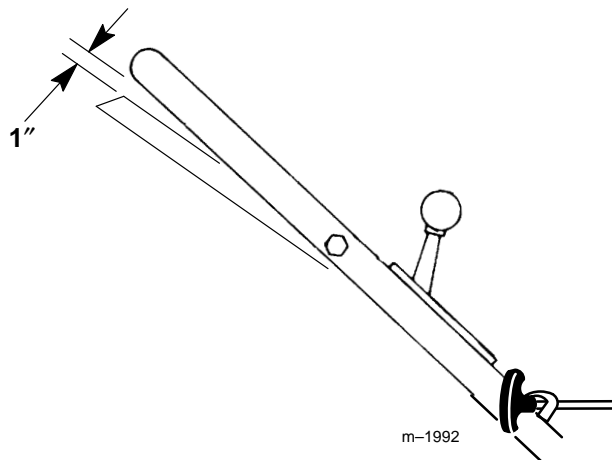

Figure 21
3. **COMPRUEBE EL AJUSTE**—Hale lentamente la cortadora hacia atrás mientras mueve gradualmente la barra de control hacia la manija. El ajuste es correcto cuando las ruedas traseras paran de girar y la barra de control está a 25 mm (1 pulgada) de la manija (Fig. 21).